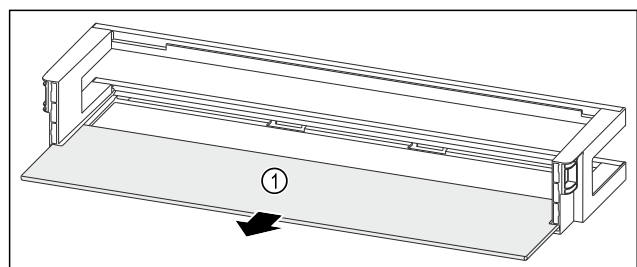

Fig. 179 Dveřní přihrádka s odkládací plochou
- ▶ Odkládací plochu Fig. 179 (1) odeberte.